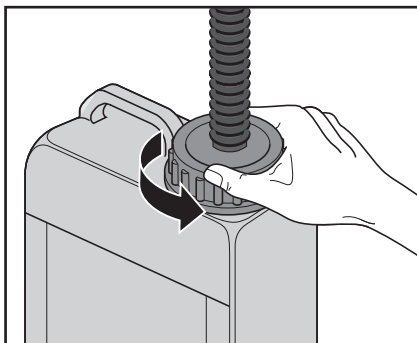

Fig. A1
- Skru beholderens låg af (fig. A1).